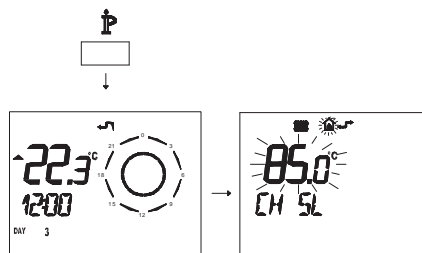

Figura 5.66
- Premere per più di 3 secondi il pulsante P per entrare in modalità **INFO** (Figura 5.66).